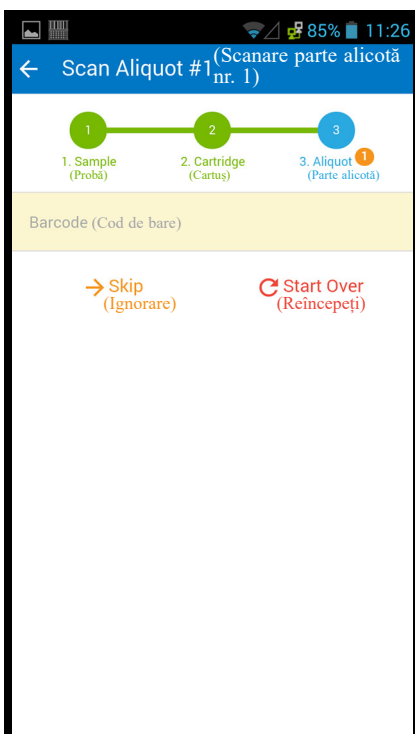

Figura 5-109. Ecranul Scanare parte alicotă al Cepheid Link
- Dacă trebuie scanate părți alicote, se afișează ecranul Scanare parte alicotă (Scan Aliquot) (consultați Figura 5-109).
6. **(Opțional)** Dacă proba necesită scanarea unei părți alicote, se va afișa ecranul Scanare parte alicotă (Scan Aliquot) (consultați Figura 5-109).